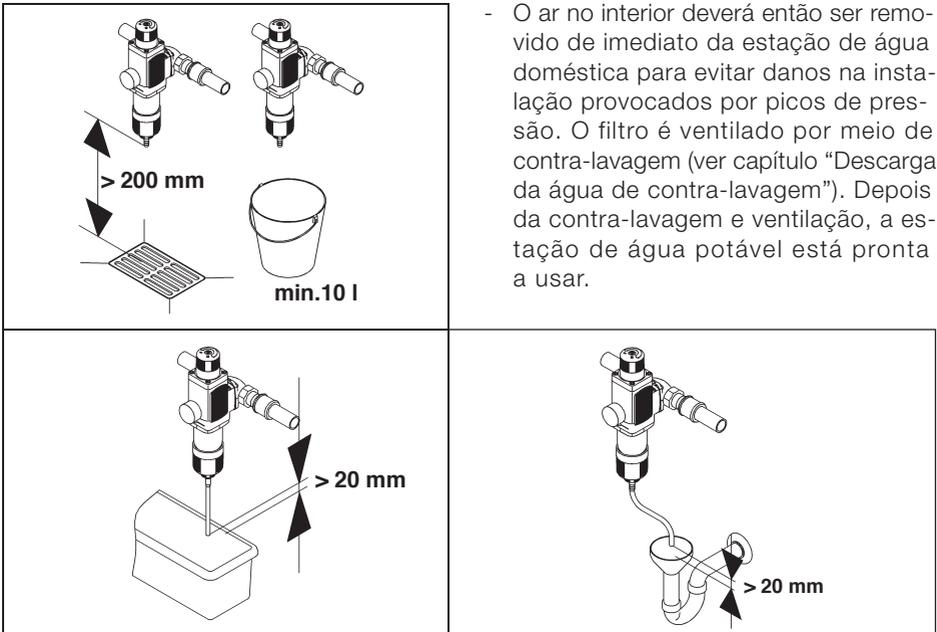

Fig. 4: Opções de descarga de água de contra-lavagem
- Quando balde está meio cheio, o processo de contra-lavagem deverá ser parado. Caso contrário, é possível que o balde transborde. Assim sendo, o balde deverá estar devidamente dimensionado (ver fig. 4) e a contra-lavagem deverá ser realizada rapidamente.